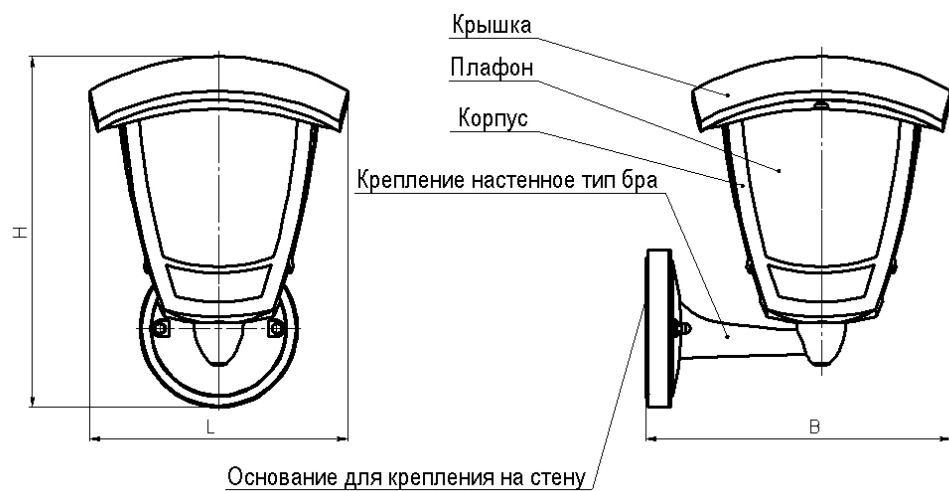

Рис.1
5. ПОДГОТОВКА СВЕТИЛЬНИКА К РАБОТЕ (Рис.1)